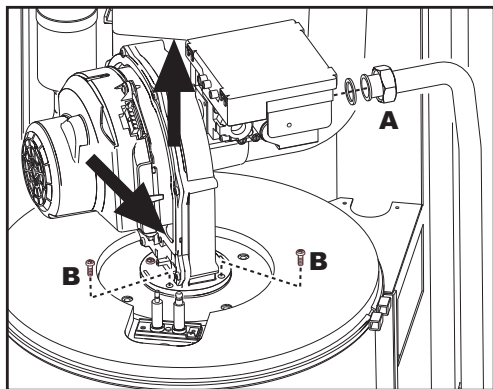
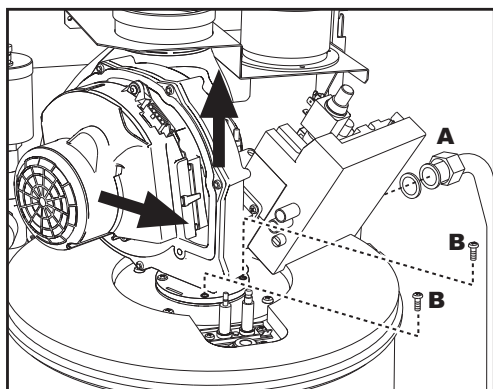

fig. 50 - modello FUTURIA POWER 80 - 160
fig. 51 - modello FUTURIA POWER 125 - 250
4. Allentare il girello "A" di fissaggio della valvola gas (fig. 50 e fig. 51).
5. Svitare le due viti "B" di fissaggio e sfilare il gruppo ventilatore come indicato in fig. 50 per il modello **FUTURIA POWER 80 - 160** e in fig. 51 per il modello **FUTURIA POWER 125 - 250**.